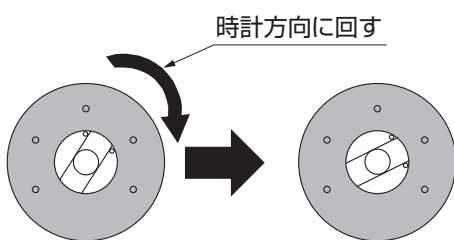

図17-3 MB色・AB色の場合
- ③スピードが速いま戸当り柱に接触する場合、VRを時計方向に少し回してください。(図17-3参照)